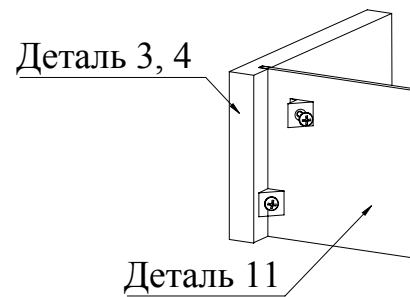

Рис.6
12. Установить соединители задней стенки (Рис. 6).